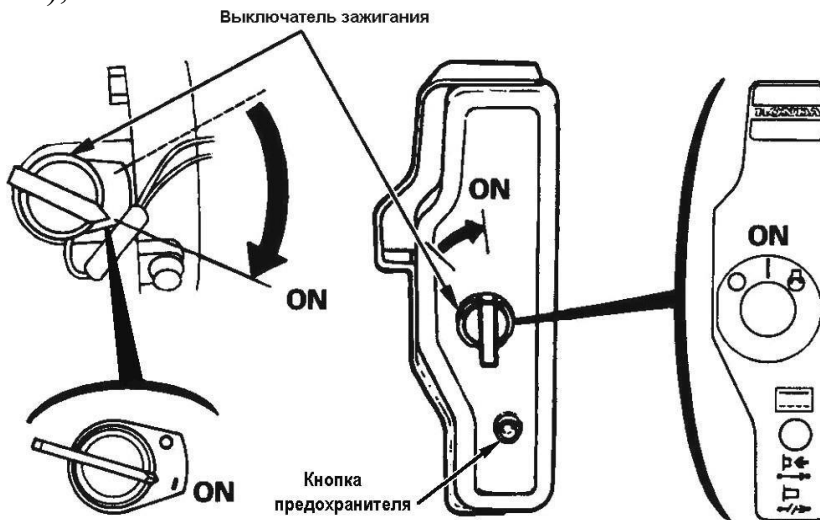

Рисунок 6 – Выключатель зажигания в положении "ON" ("Включено")
причину прерывания и устраните ее до повторного включения. Для повторного включения следует нажать на кнопку предохранителя (рисунок 6).
- установите выключатель зажигания в положение "ON" ("Включено") (рисунок 6);